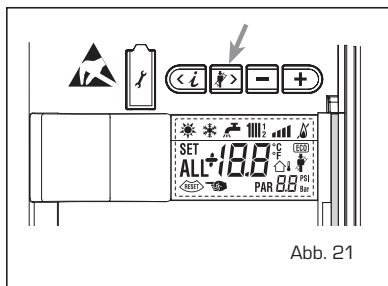

Abb. 21
4.4.2 Kaminfegerfunktion (Abb. 21)